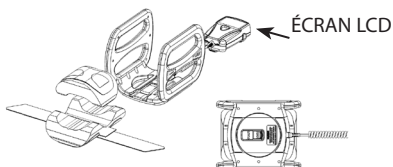

Figure 2. OL1000
1. Centrer l'appareil (voir figure 2 ci-dessus) sur le corps au niveau de la fracture. Si le patient porte un plâtre, une orthèse ou un fixateur externe, il peut retirer les coussinets en mousse de l'OL1000 pour un meilleur positionnement.